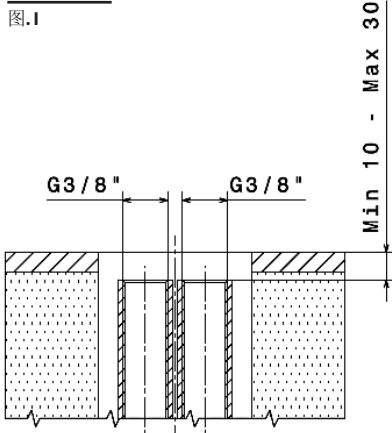

图.1
1. 请选择安装混合水龙头的位置. 然后按照图1的信息请准备好热冷水的软管接口.